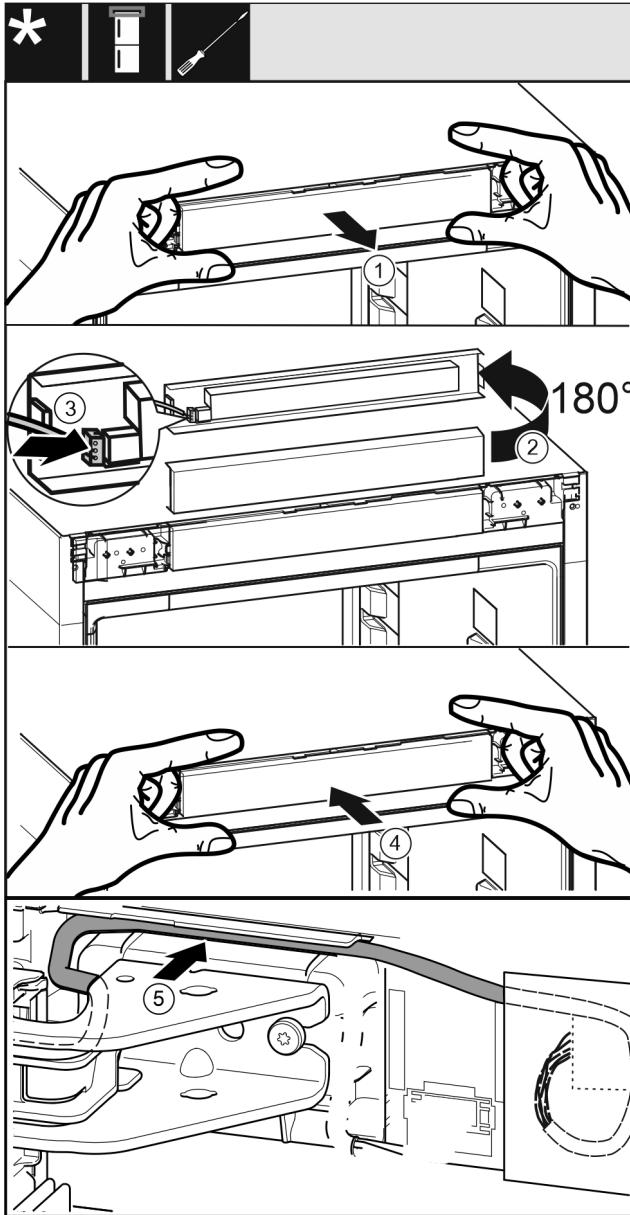

Fig. 41
- ▶ Retirer avec précaution le panneau de commande Fig. 41 (1).
- ▶ Tourner le panneau de commande Fig. 41 (2) de 180° vers le haut.
- ▶ Enclencher le connecteur Fig. 41 (3) sur le cache du panneau de commande.
- ▶ Enclencher à nouveau le panneau de commande Fig. 41 (4) sur l'appareil.
- ▶ Poser avec précaution le câble Fig. 41 (5) dans le guide au-dessus du support de palier supérieur.